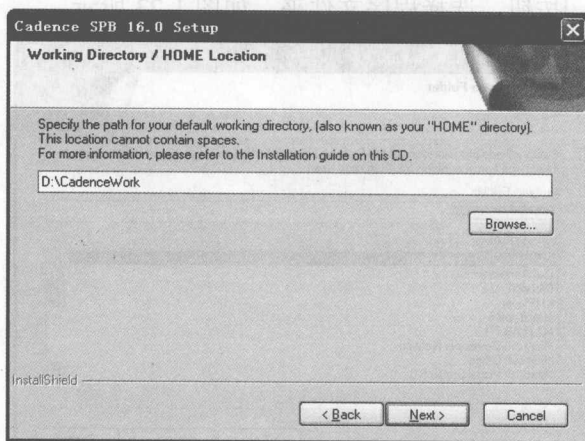

图1-20 设置工作目录对话框
(16) 根据已购买的 License 选择要安装的产品。这里选择前 4 项，然后单击 **Next >** 按钮，出现设置工作目录对话框，如图 1-20 所示。这里工作目录设为“D:\CadenceWork”。